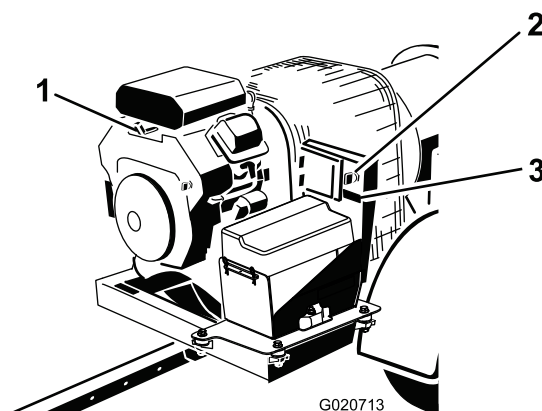

Bild 10
3. Drehen Sie den Zündschlüssel auf die START-Stellung und lassen Sie ihn schnell auf die Ein-Stellung gehen (Bild 10). Der Empfänger wird aktiviert.
- Drehen Sie den Zündschlüssel beim Verlassen der Maschine in die OFF-Stellung und ziehen Sie ihn ab (Bild 10).